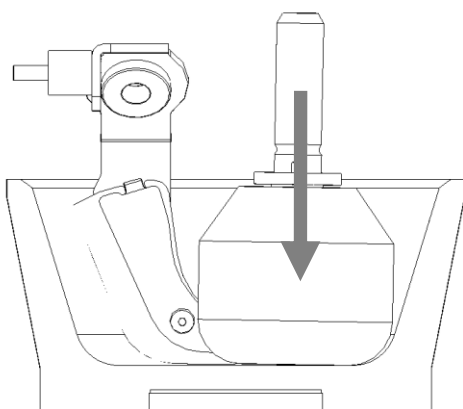

Fig. 7
- Ensuite, déplacer à nouveau le pilon vers l'arrière jusqu'à ce qu'une certaine résistance soit perçue. Pour cela, tourner le bouton du pilon **L** vers la droite - **fig. 7**.
- Dans la **fig. 7**, le réglage optimal est atteint car la rondeur inférieure du pilon se trouve exactement dans la rondeur inférieure du mortier.
- De cette manière, la force de pression augmente vers le bas - **fig. 7**